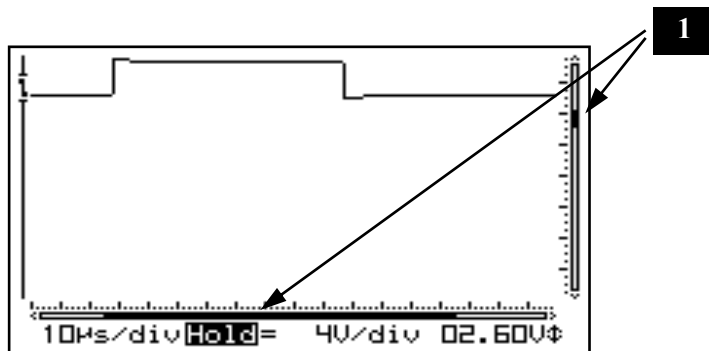

Fig 35
Una barra negra (1) indica la posición relativa de la señal en la pantalla de muestra. (Fig. 35)